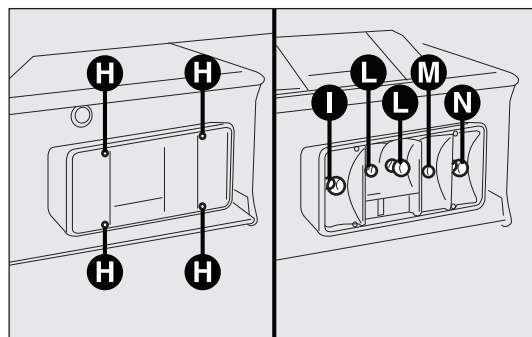

fig. 191
- dévisser les vis C-fig. 191 au moyen du tournevis fourni et extraire la douille;